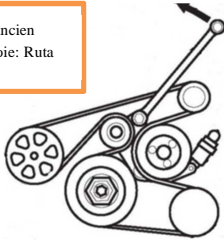
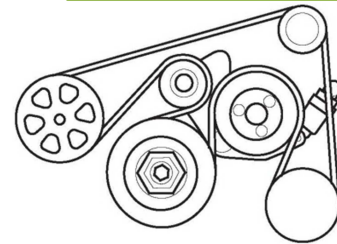

Figure 1
Figure 6
3. Release the belt tension by rotating the tensioner arm in the **counter-clockwise** direction with a **serpentine belt tensioner release tool with the 19 mm adapter** or a 19 mm wrench (Figure 1). Remove serpentine belt and discard. This kit comes with a new length belt and updated belt routing (see figure 6).
10. Route belt around each pulley except alternator (as per new routing in figure 6). Rotate tensioner arm slowly **counter-clockwise** with tool and hold. Slip belt over alternator pulley, slowly release tensioner.
3. Relâcher la tension de la courroie en pivotant le bras du tendeur en **sens antihoraire** en utilisant un outil de démontage de tendeur de courroie multifonction avec l'adaptateur de 19 mm ou une clé 19 mm (figure 1). Enlever et jeter la courroie multifonction. Ce nécessaire arrive avec une courroie comportant la nouvelle longueur et un schéma du nouveau cheminement de la courroie (voir figure 6).
10. Acheminer la courroie autour de chaque poulie sauf l'alternateur (selon le nouveau cheminement montré en figure 6). Tourner lentement le bras du tendeur en **sens antihoraire** avec l'outil et tenir en place. Glisser la courroie par-dessus la poulie de l'alternateur, relâcher lentement le tendeur.